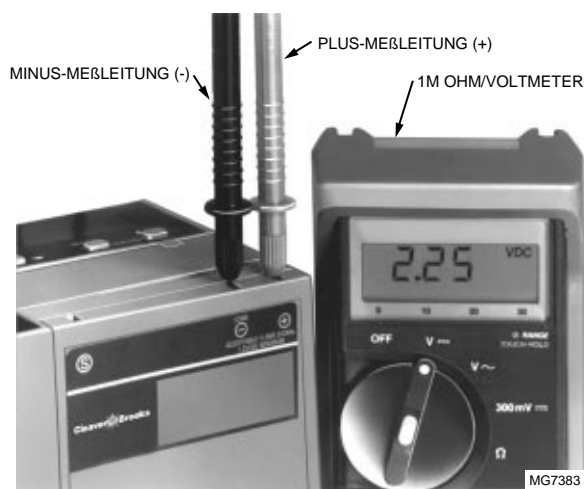

Abb. 22. Messung des Flammensignals.
### Messung des Flammensignals (Tabelle 7 und Abb. 22)
- ❶ Die Messung mit einem 1M Ohm/Voltmeter mit einer Skala von 0 bis 10 V Gleichspannung vornehmen.
- ❷ Das 1M Ohm/Voltmeter auf einen Bereich von 0 bis 10 V Gleichspannung einstellen.
- ❸ Den positiven (roten) Fühler in die Plusbuchse (+) des Flammenverstärkers stecken. Den negativen (schwarzen) Fühler in die (COM) Buchse des Flammenverstärkers stecken (siehe Abb. 22).
- ❹ Einige Sekunden warten, bis sich der Meßwert stabilisieren kann.
- ❺ Bei Verwendung des AMPLI-CHECK™ oder bei einer Shutter-Prüfung muß der Mittelwert der stabilisierten Spannung gelesen werden. Spitzen und Abfälle, die durch die Selbstprüfung verursacht werden, sind zu ignorieren.
- ❻ Nach Durchführung aller Tests und Einstellungen muß die Ablesung den Angaben in Tabelle 7 entsprechen.